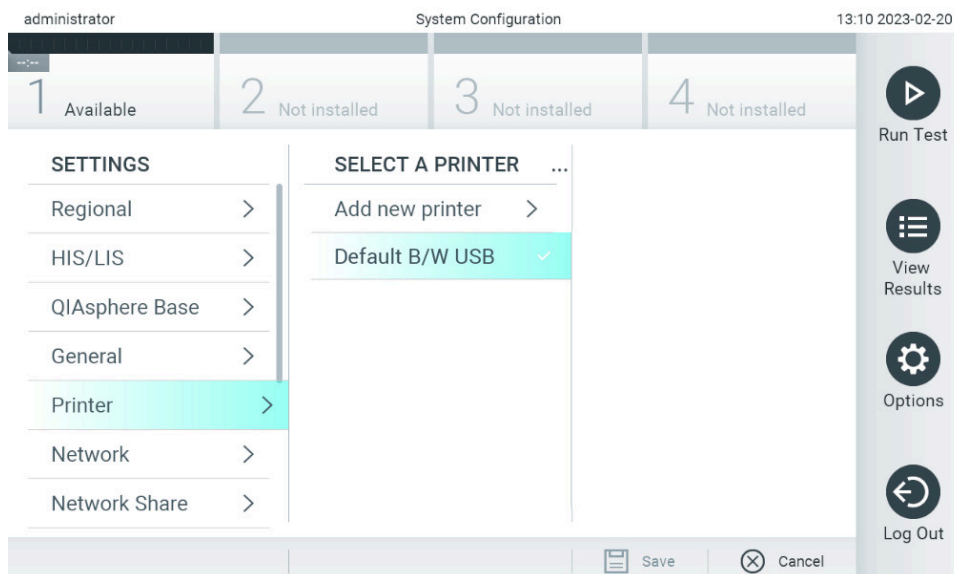

Abbildung 66. Auswahl eines Systemdruckers.
8. Wählen Sie einen Drucker aus der Liste der verfügbaren Drucker aus (Abbildung 66).